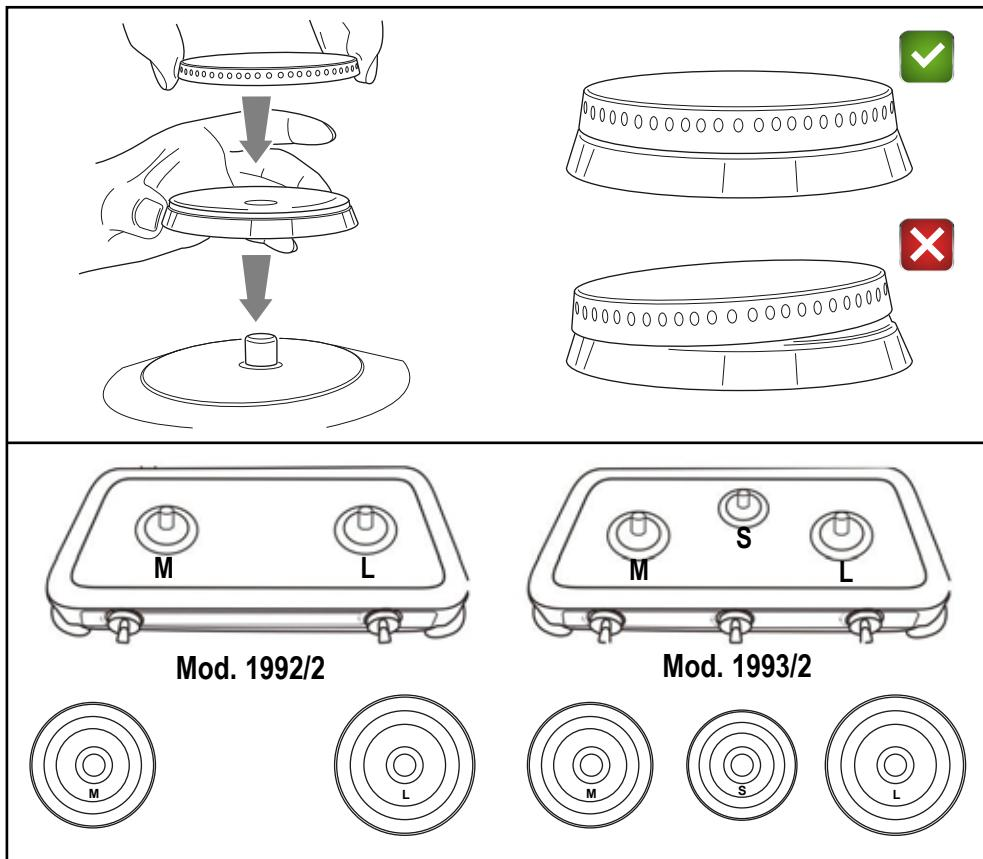

Fig. 2
- Asegurarse de que los botones (E) estén colocados en "0".
- Coloque la tapa difusora del quemador (B) encima de la corona del quemador (C) y presione hasta el fondo; asegurarse de que las tapas difusoras de los quemadores (B), las coronas de los quemadores (C) y la rejilla de soporte (A) estén instaladas correctamente, como se indica en la Fig. 2.
- Asegurarse de que las coronas del quemador (C) estén bien apoyadas sobre la base esmaltada blanca y no estén deformadas.